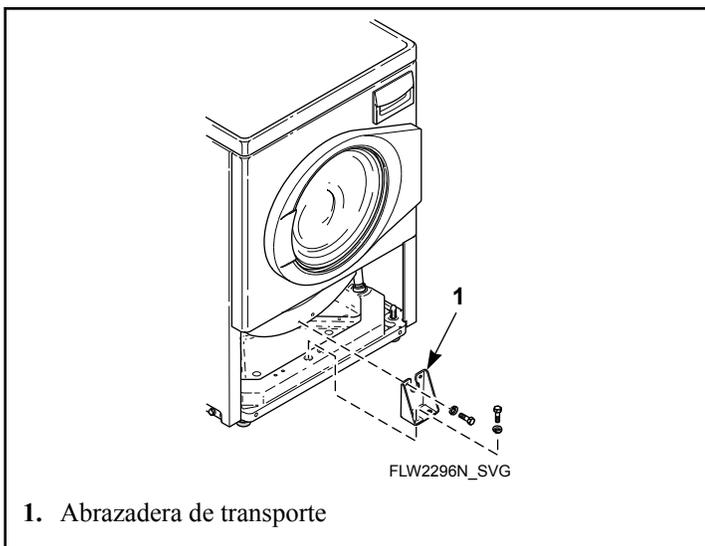

Figura 49
4. Agregue el soporte de envío para sujetar y apoyar usando los cuatro tornillos y arandelas. Consulte *Figura 49*.